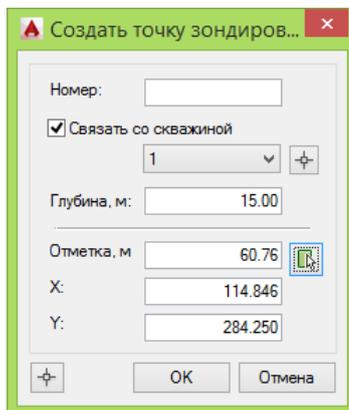

Рис. 43. Диалоговое окно создания физической точки зондирования.
- В диалоговом окне *Создать точку зондирования* (см. Рис. 43) указать номер, связь со скважиной, глубину и координаты точки зондирования.
- При создании физической точки зондирования (см.Рис. 43) в диалоговом окне *Создать точку зондирования* установить флажок *Связать со скважиной*, из выпадающего списка выбрать нужную скважину (или указать скважину на чертеже, нажав кнопку ).